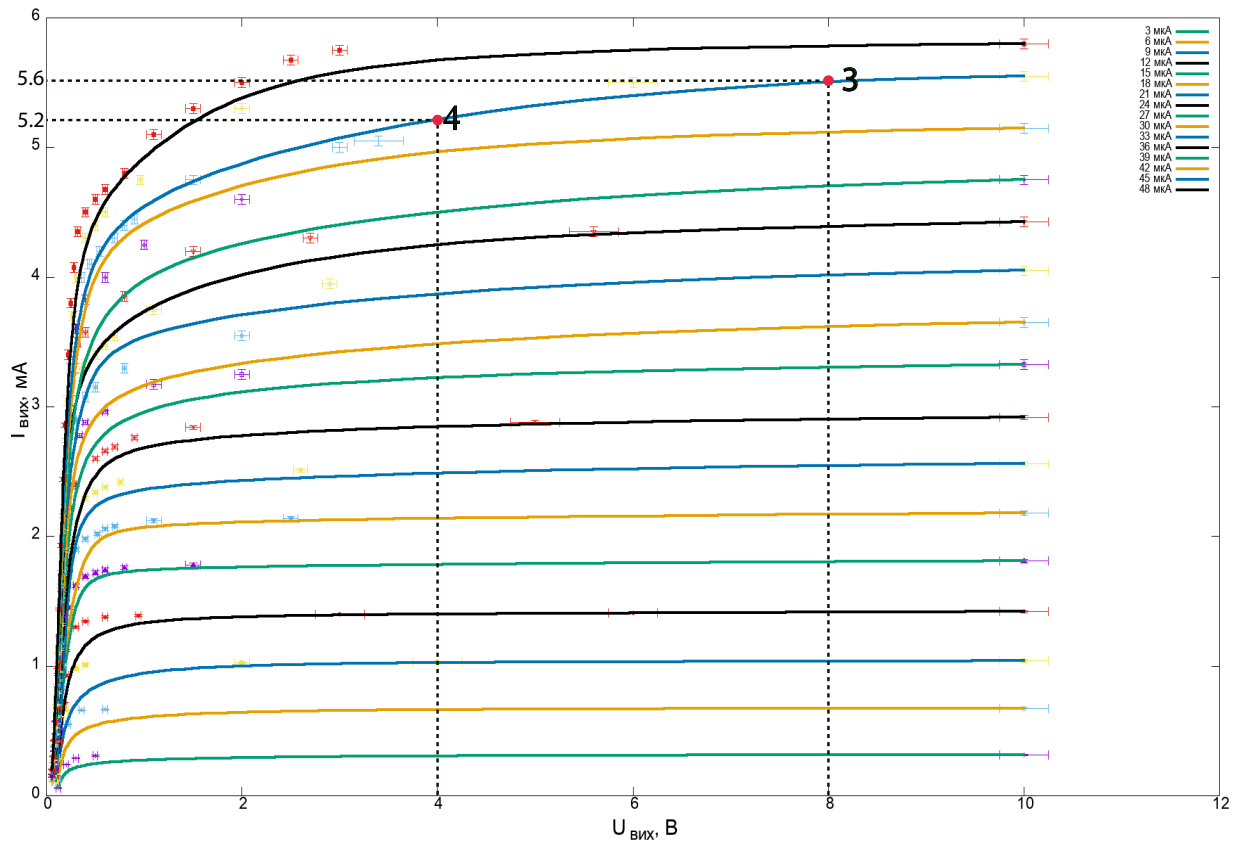

Рис. 3: Сімейство вихідних характеристик транзистора.
Використовуючи формулу (4) та рис. 3 знайду тобто опір виходу.
Аналогічно з вхідними характеристиками можна обрати на рис. 3 робочу точку 3, таким чином, щоб перпендикуляр, опущений з неї на вісь X, був на 8 В, оскільки на вхідних характеристиках ця сама робоча точка 1 розташовувалась на гілці, що відповідала напрузі U.